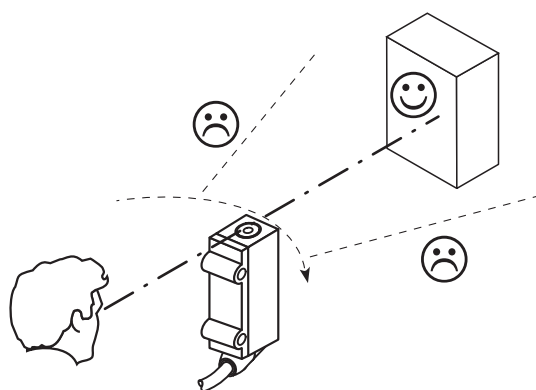

Рисунок 58: Юстировка датчика
- ① Расстояние срабатывания на белом, коэф. диффузного отражения 90 %
- ② Сканируемый объект – ремиссия 6 % ... 90 % (относительно стандартного белого по DIN 5033)
3. Выберите такую позицию, чтобы инфракрасный луч передатчика (он не виден) попадал в центр объекта. Правильность юстировки датчика можно определить только по светодиодным индикаторам (объект распознан, желтый свет горит) или с помощью инфракрасной карты-преобразователя (смотри ассортимент принадлежностей SICK). см. рисунок 58, страница 167